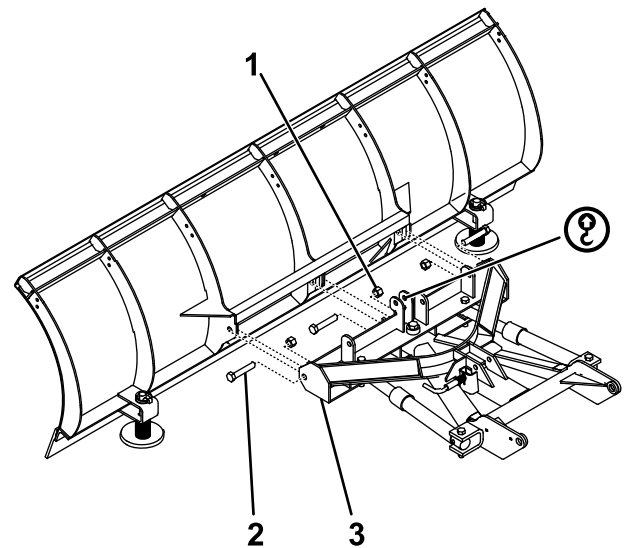

Figura 4
1. Conecte la parte delantera del conjunto de bastidor de empuje a la pala del quitanieves con 3 pernos ($\frac{3}{4}$ ") y tuercas autoblocantes (Figura 4).